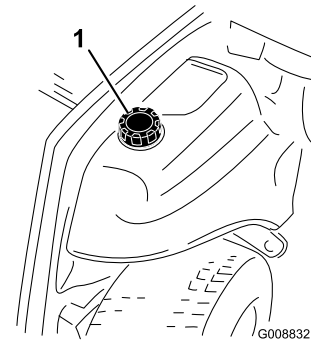

Figura 21
3. Retire el tapón del depósito de combustible (Figura 21).